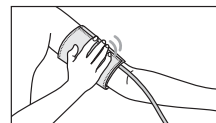

Рис. 7
4. Застегните манжету так, чтобы она плотно облегла руку, но не перетягивала ее (рис. 7). Слишком тесное или, наоборот, слишком свободное наложение манжеты может привести к неточным показаниям.